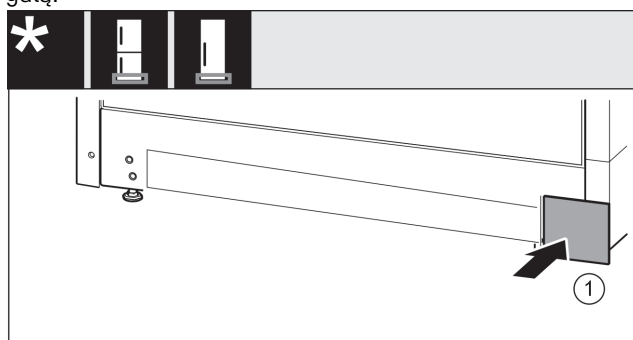

Fig. 18
- Vėl uždėkite dengiamąją plokštelę Fig. 18 (1) kitoje pusėje.